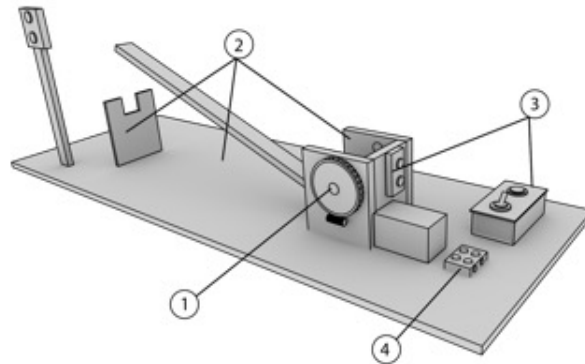

Figura 11. Sistema de Parqueo Automático
21. Teniendo en cuenta la figura 11, vincule el número con el concepto que lo identifica (Despliegue el menú y seleccione la opción que considera correcta):